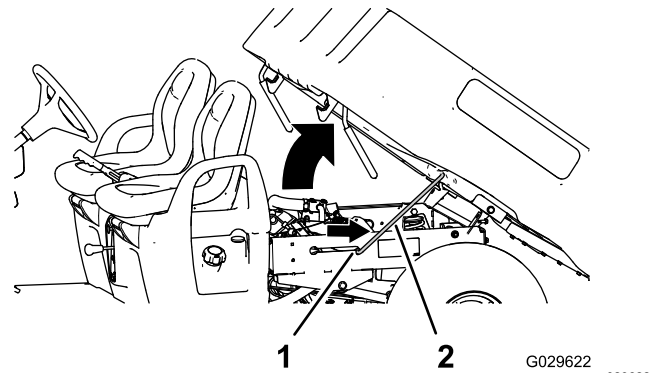

Figure 19
2. Sortez la béquille du cran de verrouillage (Figure 19).
3. Baissez le plateau jusqu'à ce qu'il se verrouille fermement en place (Figure 19).
2. Engagez la béquille dans le cran de verrouillage pour bloquer le plateau en position (Figure 19).